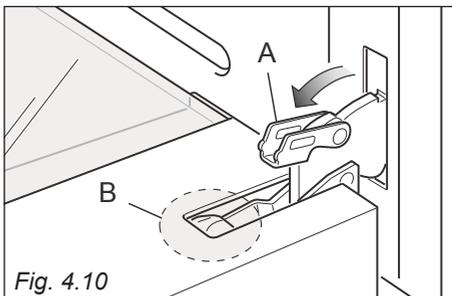
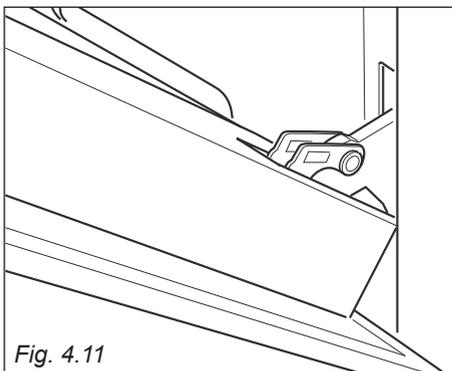

Fig. 4.10
Fig. 4.11
- Aprire completamente la leva "A" delle cerniere destra e sinistra (fig. 4.10).
- Socchiudere dolcemente la porta (fig. 4.11) fino a quando le leve "A" delle cerniere destra e sinistra si agganciano alla parte "B" della porta (fig. 4.10).
1. Assicurarsi che la porta sia bloccata aperta (vedere fig. 4.11).